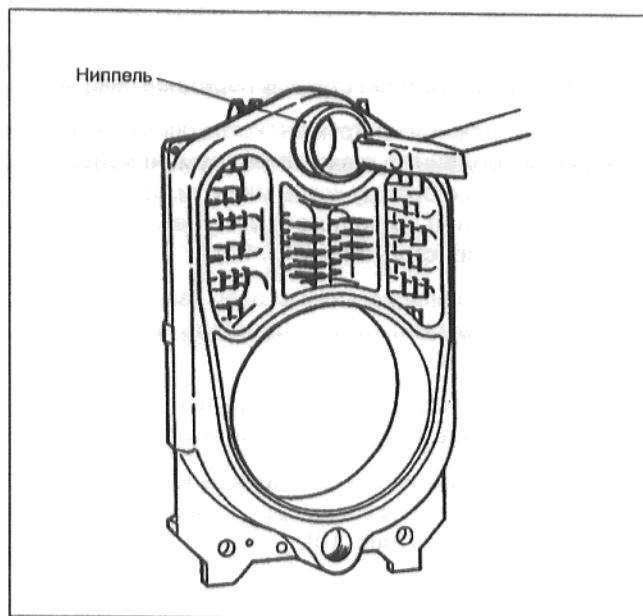

рис. 7
- Вставить ниппель ровно и соосно в ступицы задней секции части блока котла (рис. 7).
- Легкими ударами молотка забить ниппель на некоторую глубину в ступицы (рис. 7).